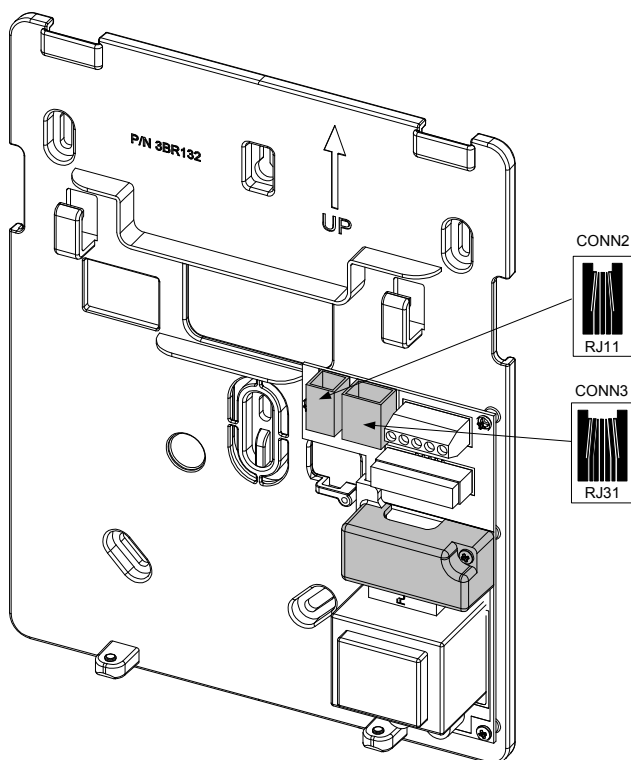

Figura 7: connettore della linea telefonica
1. Collegare la linea telefonica in arrivo dal gestore di telefonia al connettore RJ11 (sui contatti 2 e 3) siglato sul circuito stampato CONN2 o al connettore RJ13 (sui contatti 4 e 5) siglato sul circuito stampato CONN3 (vedi figura 7).